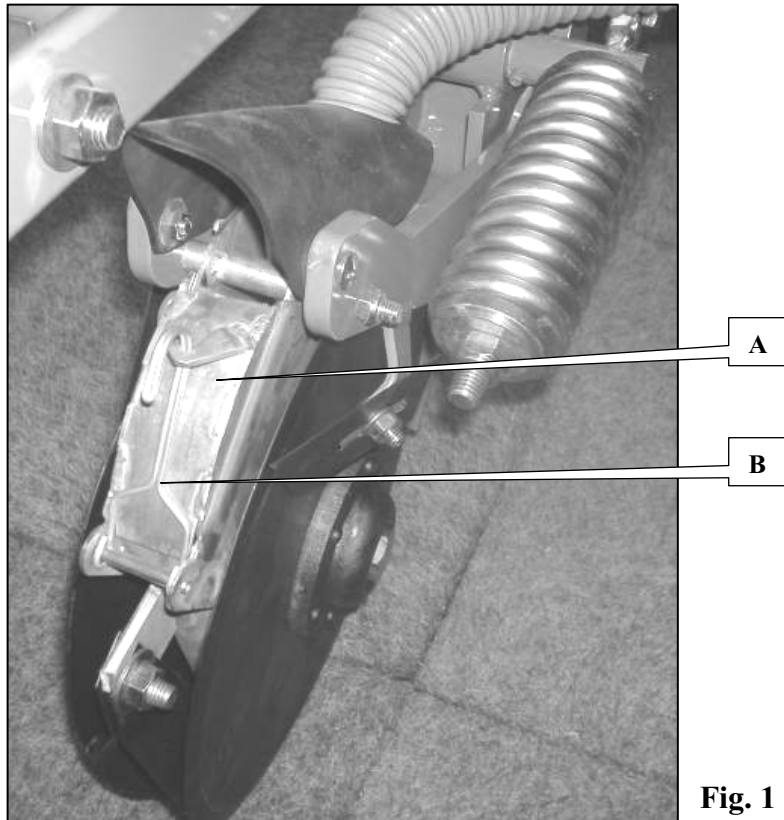

Fig. 1
I supporti sovesciatori sono montati su guida (A fig. 1). La loro posizione rispetto alla linea della semina è regolabile da 5 a 13 cm.
Sollevare la seminatrice. Allentare le 2 viti (B fig. 1), posizionare il supporto sovesciatore nella posizione desiderata e stringere le 2 viti.
Sollevare la seminatrice, togliere la coppia e rimuovere il mandrino (C fig. 1). Il doppio disco scorre sul suo supporto. Allargare il foro con una broccia alla posizione desiderata e fissare.
- Nettoyer les cyclones (sur rangs n°1, n°2, n°5 et n°6) (Fig.1).
- Retirer l'agrafe (A fig. 1) pour ouvrir le volet (B fig.1).
- Clean the cyclones (on rows 1, 2, 5 and 6) (Fig.1).
- Remove the fastener (A fig. 1) to open the shutter (B fig.1).